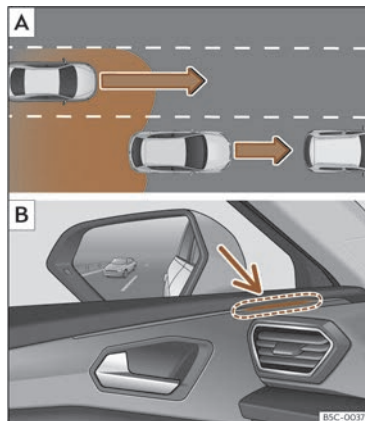

Fig. 144 Representación esquemática: **A** Adelantamiento con tráfico na parte traseira. **B** Indicación do asistente de cambio de carril no lado esquerdo.
Nas seguintes situacións amósase unha indicación no indicador de control >>> **fig. 144** **B** (frecha) ou >>> **fig. 145** **B** (frecha):
- Cando se é adelantado por outro vehículo >>> **fig. 144** **A**.